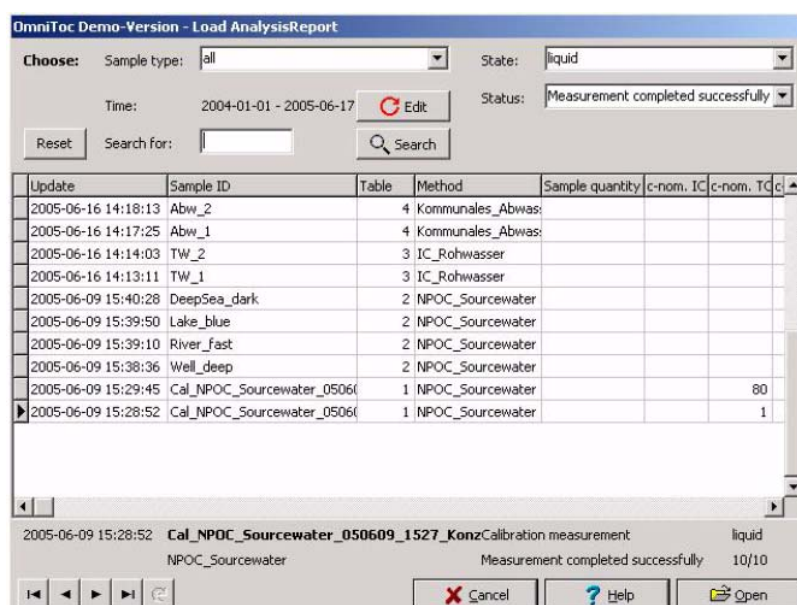

图52 Load Analysis Report（载入分析报告）窗口
- 如果需要，选择**Analysis Report>Open (Database)**（分析报告>打开（数据库）），在**Load analysis report**（载入分析报告）窗口设置适当的过滤器以及对结果进行分类（图52）。